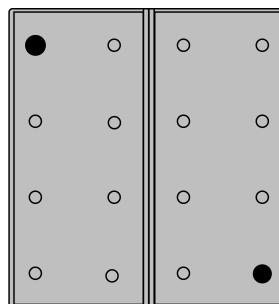

Figure 4: Activation du mode de programmation pour les touches de canal
- Appuyer simultanément pendant plus de 4 secondes sur les touches supérieure gauche et inférieure droite (Figure 4).
- Appuyer simultanément pendant plus de 20 secondes sur les touches supérieure gauche et inférieure droite (Figure 4).